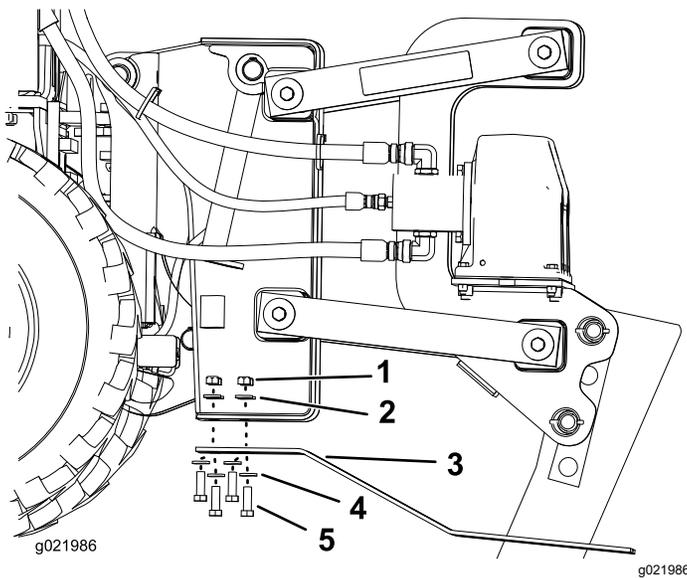

Figure 18
3. Retirez les 4 boulons, les 4 écrous et les 8 rondelles des patins (Figure 18).
4. Posez des patins neufs et fixez-les en place avec les fixations retirées précédemment (Figure 18).